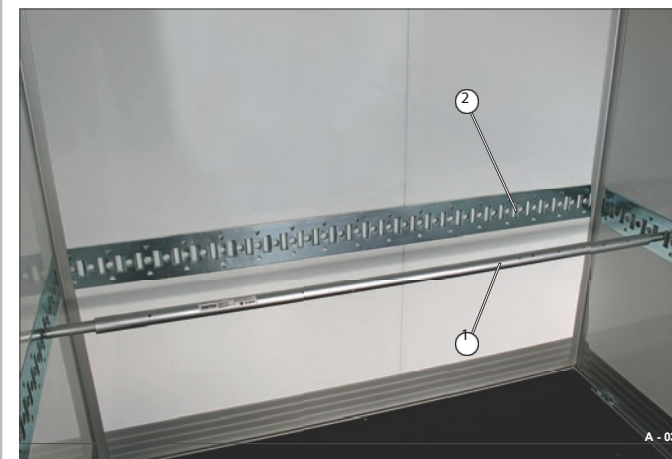

Fig. 38 Kontrollera surringsutrustning
- Kontrollera regelbundet låsstängerna (Fig. 38/1) och surringsskenorna (Fig. 38/2) med avseende på skador/deformationer.